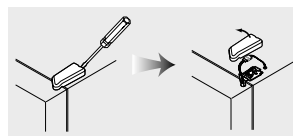

Figura 5
- Inserte un destornillador delgado en la rendija de la tapa que desea remover. (Figura 5)